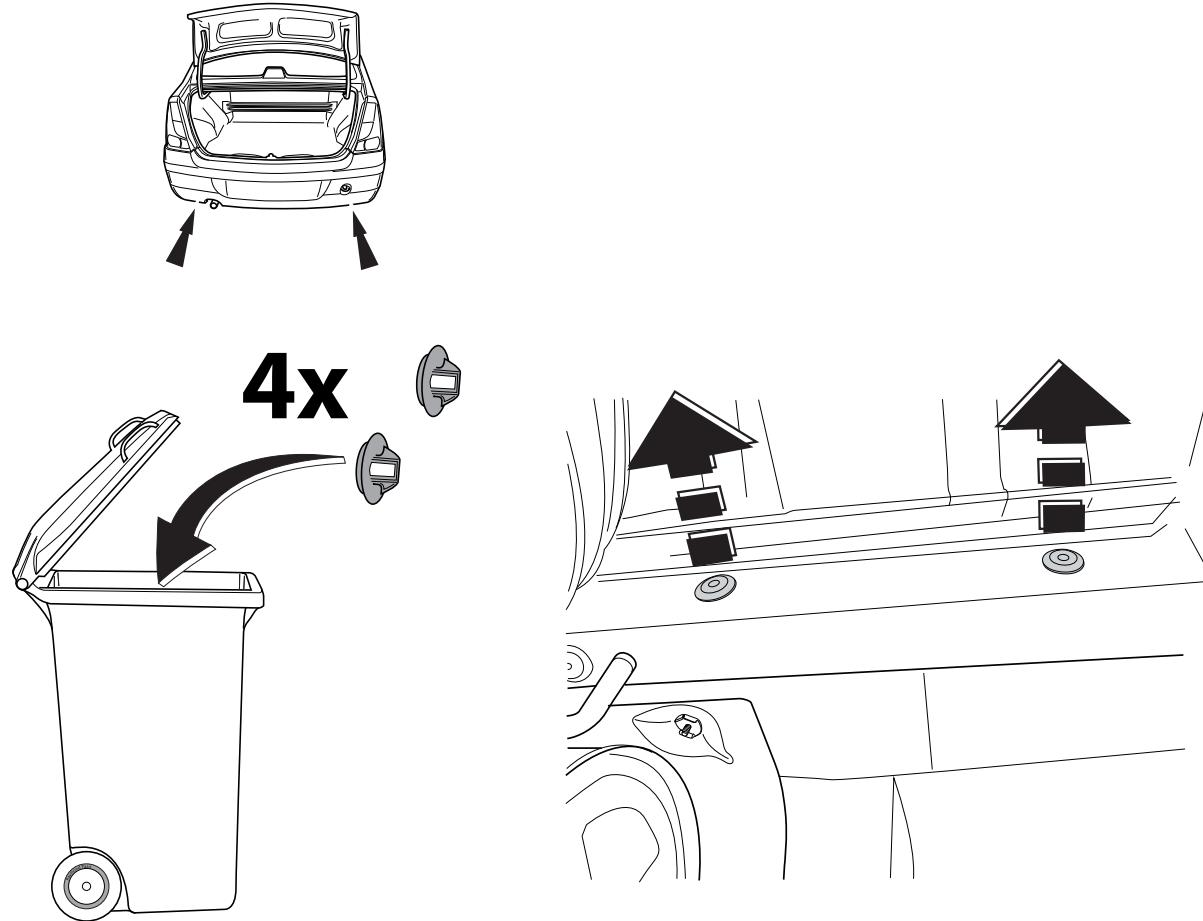

Fig.1
3. Удалить резиновые пробки в указанных точках (см. рис. 1).